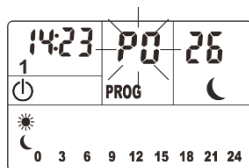

Fig.1
1. Presione prolongadamente el botón  hasta que oiga un pitido. En la pantalla aparecerá **P0** parpadeando y el icono PROG. (Fig.1)